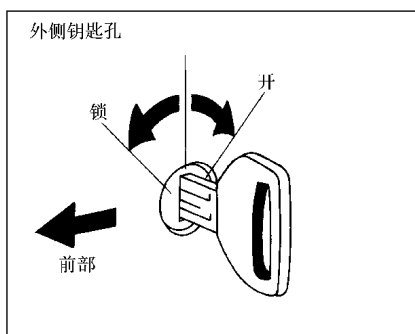

图 1-2 前车门锁
(2) 前车门锁。用车钥匙开或锁前车门锁的方法如图 1-2 所示。将车钥匙逆时针方向（向车身的前方）转动，即为锁；顺时针方向（向车身的后方）转动，即为开。